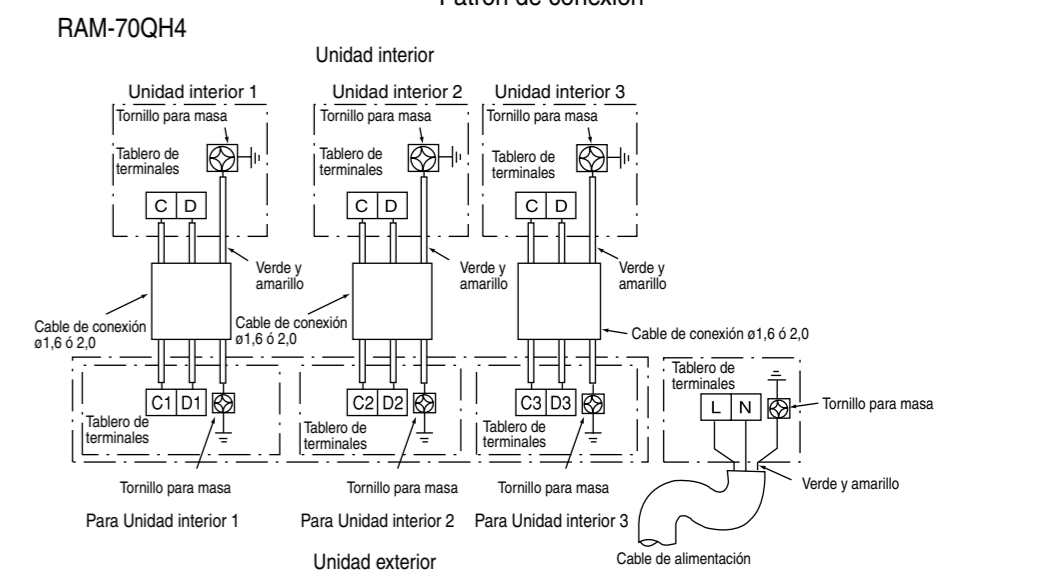

Figura 3-1
- Conecte los cables entre la unidad interior y la unidad exterior como se muestra en la Figura 3-1. Nunca conecte mal los cables, de otra forma, las unidades no funcionarán normalmente.